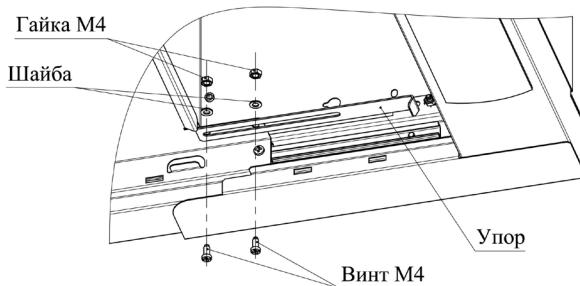
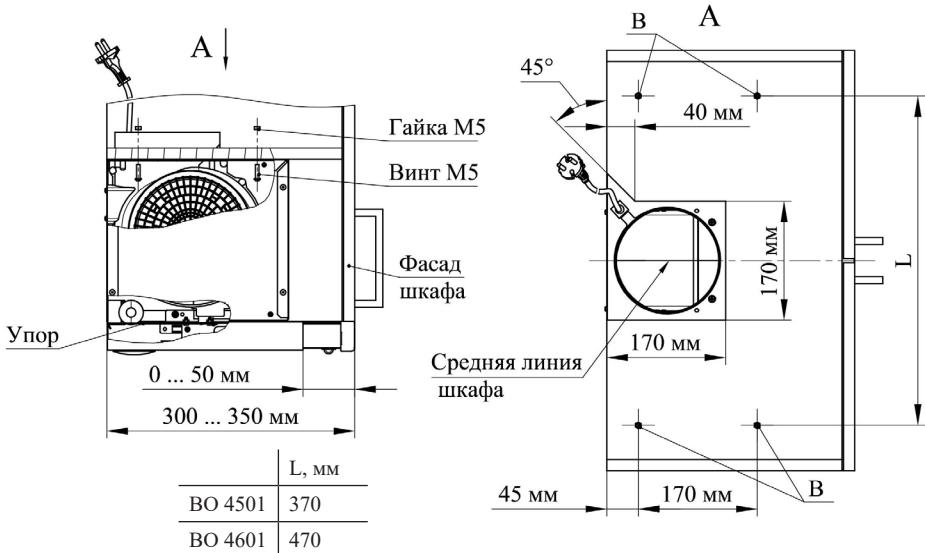

Рис. 4
Рис. 5
упор (рис. 4) и отрегулируйте его вылет (рис. 5). Если глубина Вашего шкафа больше 350 мм, то при его изготовлении необходимо закрыть пространство за воздухоочистителем мебельной панелью.
- 6.3 Шкаф для встраивания воздухоочистителя должен иметь полость с вырезом в верхней панели (рис. 5).
- Разместите и просверлите отверстия В диаметром 6 мм в верхней панели шкафа согласно рис. 5.